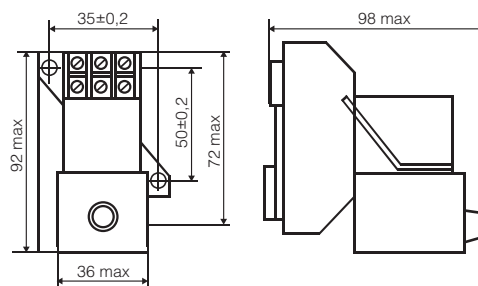

Рисунок 3. Реле с розеткой типа 3
- с розеткой типа 3 – с помощью двух винтов М4, с винтовыми зажимами для переднего присоединения проводников (**рис. 3**);